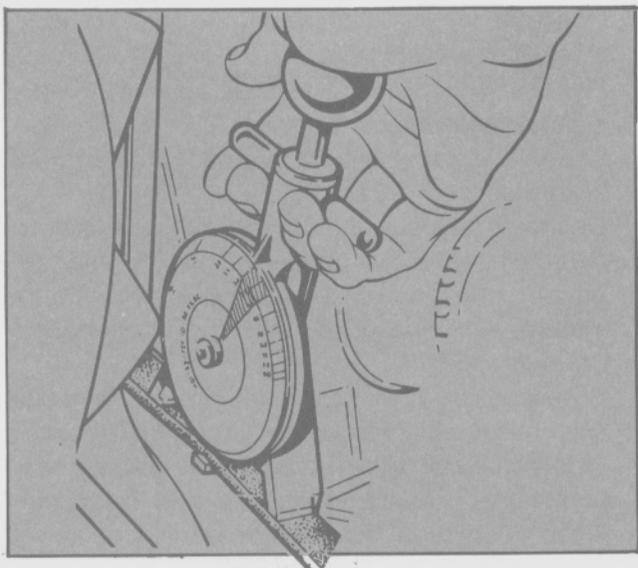

Fig. 4 - Comprobación de la tensión de la correa de mando.
- Instalar la herramienta medidora de tensión y comprobar la tensión de la correa (Fig. 4).